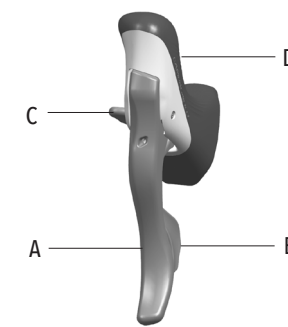

Abb.1
• Die Betätigung des Hebels A (Abb. 1) bestimmt die Funktion der Bremse: überprüfen Sie, durch Betätigen jedes Schalthebels auf welches Rad dieser wirkt.